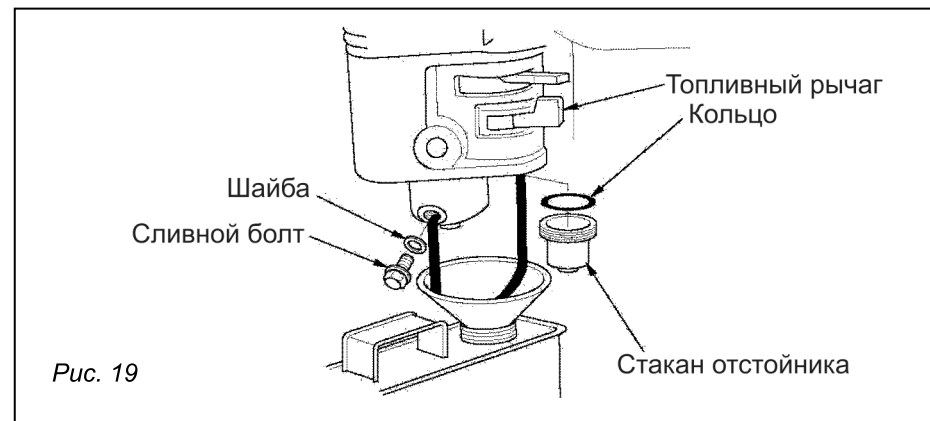

Рис. 19
### 8.4. Очистка фильтра-отстойника карбюратора (рис. 19)
- Слейте топливо. Закройте топливный кран, снимите отстойник, слейте из него топливо, поместите специальную емкость под карбюратор и слейте в нее топливо, открыв топливный кран. Установите отстойник на место. Выверните сливной болт карбюратора и слейте из него топливо (см. рис. 19).